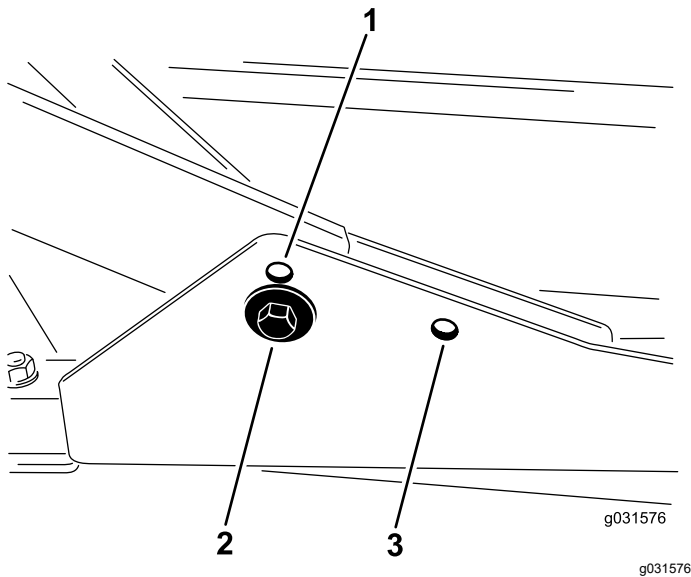

図 18
1. 刈高を 20-76 mm にセットする場合には、前キャリアフレームを下側の穴に取り付けます 図 18。
2. 刈高を 63-100 mm にセットする場合には、前キャリアフレームを上側の穴に取り付けます 図 18。
後カッティングユニットは、刈り高に関係なく後側の取り付け穴を使って取り付けます 図 18。